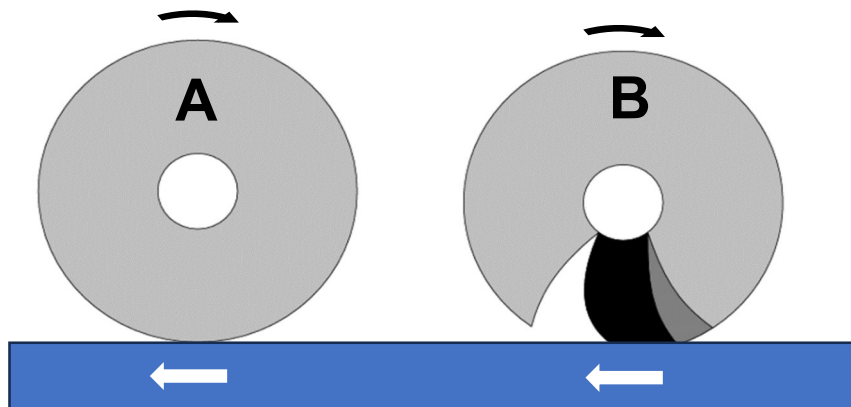

Bild.25
7. Tryck inte borsten hårt mot marken, detta för att undvika att lamellerna slits väldigt snabbt och skador på borstmaskinen. För hårt tryck borsten mot marken visar **B** på Bild.25.
8. Borsteffekten är bäst när stråna på lamellen är tryckta cirka **1–2 cm** mot marken (**A** på Bild.25).